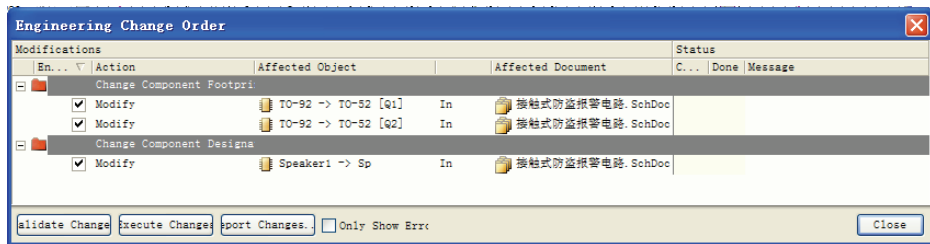

图 11-28 ECO 对话框
(2) 单击 按钮确认，弹出更改文件 ECO (Engineering Change Order) 对话框，如图 11-28 所示。在 ECO 对话框中列出了所有的更改内容。